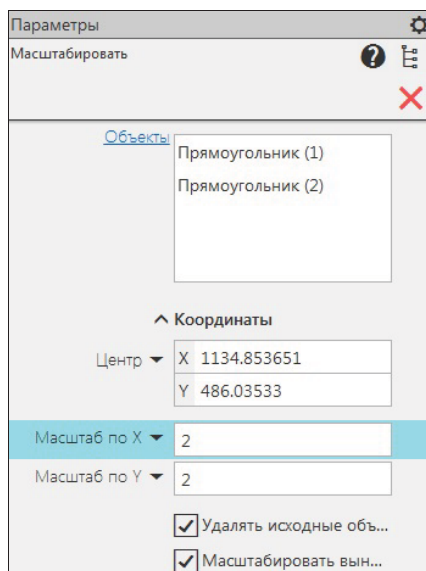

Рис. 11.6. Панель
- ◆ щелкните ЛК мыши по кнопке **Масштабирование**. На панели **Параметры: Масштабировать** (рис. 11.6) появились элементы управления: